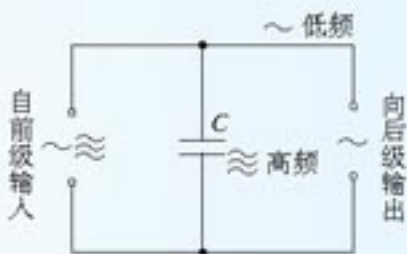

图 5.3-8 高频旁路电容器
- 在电子技术中，从某一装置输出的交流常常既有高频成分，又有低频成分。如果只需要把低频成分送到下一级装置，可以在下一级电路的输入端并联一个电容器（图 5.3-8）。这样，进入下一级的高频成分就很少了。这种电容器叫做高频旁路电容器。说一说，这个电容器怎样起到高频旁路的作用。